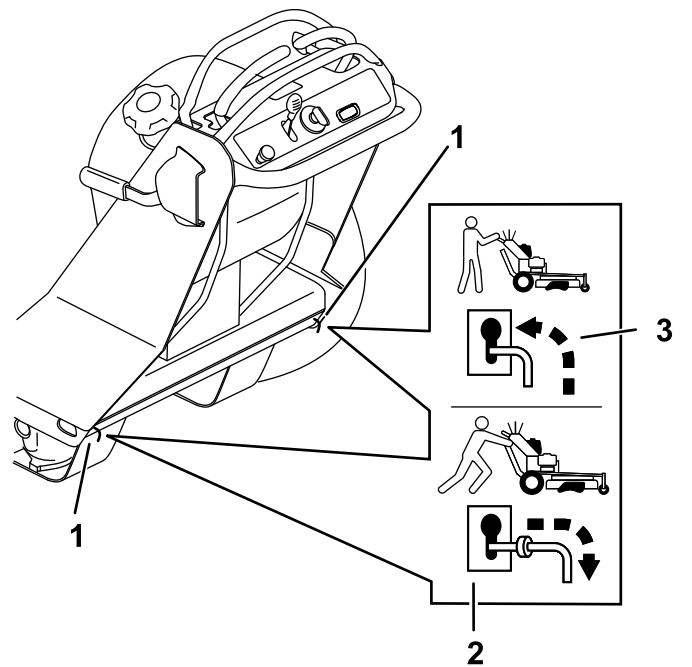

Figura 21
4. Mueva las palancas de desvío hacia atrás a través del orificio y hacia abajo para bloquearlas en esa posición (Figura 21).
Mueva las palancas de desvío hacia delante a través del orificio y hacia abajo para bloquearlas en esa posición, como se muestra en la Figura 21.